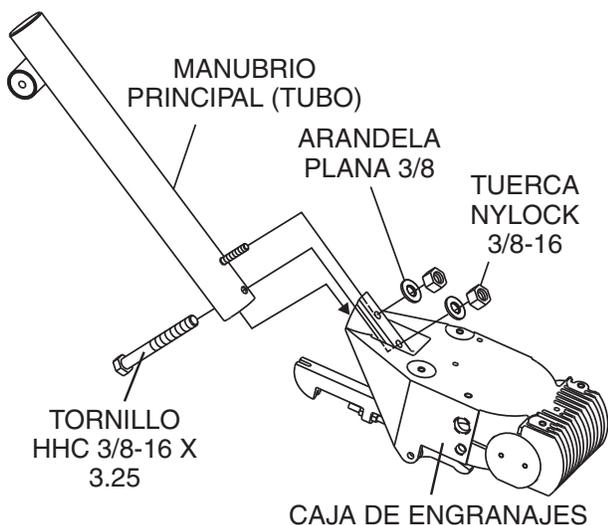

Figura 4. Instalación del tubo del manubrio
1. Conecte el tubo principal del manubrio en la caja de engranajes tal como se muestra en la (Figura 4). La tornillería de montaje debe estar en el contenedor de envío.